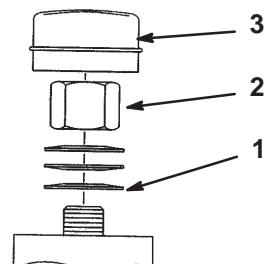

Figure 48
2. Retirez le capuchon anti-poussière de la roue et serrez le contre-écrou (Fig. 48).
3. Continuez de le serrer jusqu'à ce que les rondelles élastiques soient aplatis, puis desserrez-le de 1/4 de tour pour obtenir la précharge correcte des roulements (Fig. 48).
**Important** Veillez à installer les rondelles comme illustré à la Figure 48.